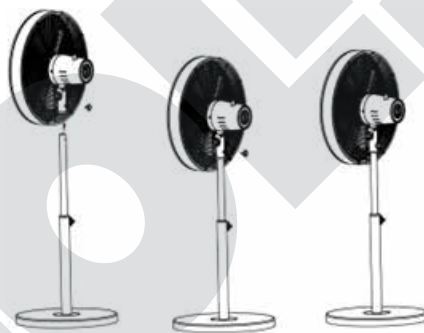

Fig. 3
8. A questo punto, allentare la vite di arresto n° 4. Inserire il lato superiore del tubo interno n° 5 nel tubo della testa del ventilatore e allineare la testa del ventilatore. I due fori dei tubi devono coincidere, in modo tale che sia possibile avvitare la vite di arresto. Avvitare la vite di arresto per fissare la testa del ventilatore (Fig. 3).